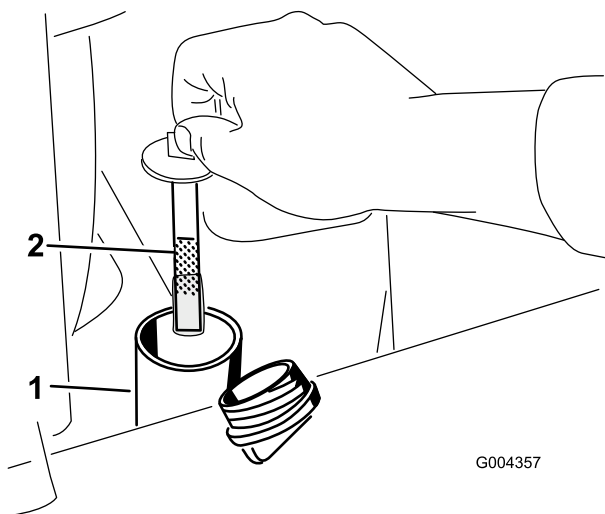

Рисунок 57
5. Снимите крышку бака с гидравлической жидкостью и извлеките мерный шуп (Рисунок 57).